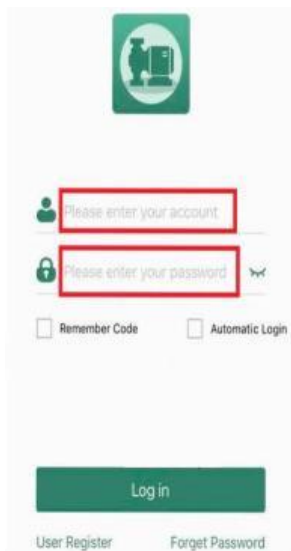

Рисунок 1
2. Откройте приложение, введите логин, пароль и войдите в систему (смотрите рисунок 1 на следующей странице).
Перевод надписей (рисунок 1):